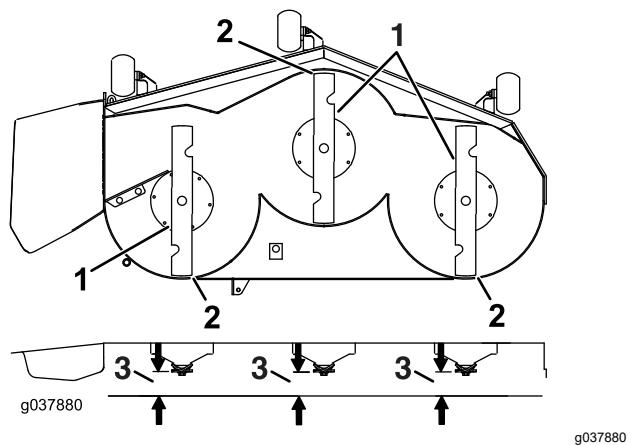

Figura 74
7. Compruebe el nivel longitudinal de la cuchilla (Figura 74). Asegúrese de que la punta de la cuchilla delantera está más abajo que la punta de la cuchilla trasera, como se muestra en Altura de bloque y soporte. Si se requieren ajustes, siga con este procedimiento.